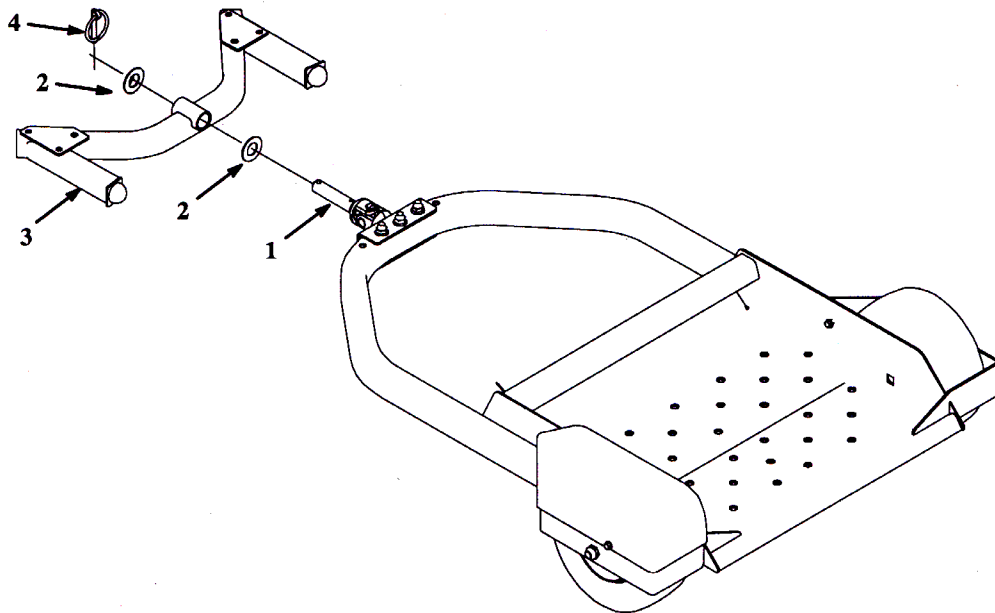

図5
2. ピボット・シャフトに、ワッシャ (0.813 x 1.563) を通す (図5)。
3. ピボット・シャフトをサルキー・ヒッチに通し、ワッシャ (0.813 x 1.563) とリンチ・ピンで固定する (図5)。